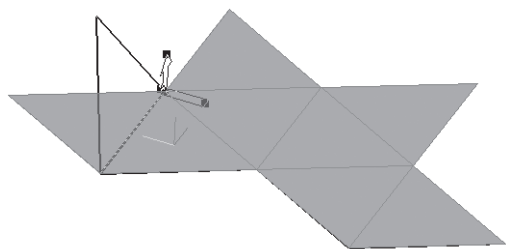

Рис. 391
-  – **Сгиб по линии** инструментальная панель  – **Элементы листового тела**. Щелчком ЛКМ укажите **Базовую** грань сгиба и **Линию** сгиба (рис. 391);